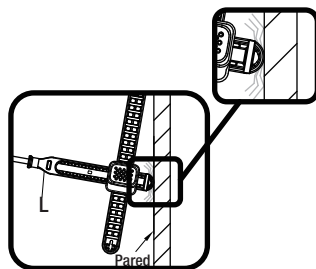

Fig 1
- Si la varilla horizontal (L) es demasiado larga, como se muestra en la Fig. 1, es posible ajustar el largo.
- Quita el sujetador (P) de la varilla horizontal (L). Desliza la parte plástica de la varilla para ajustar al largo deseado. Es posible acortar el largo (1), cortando con alicates o con una sierra en el segmento perforado.